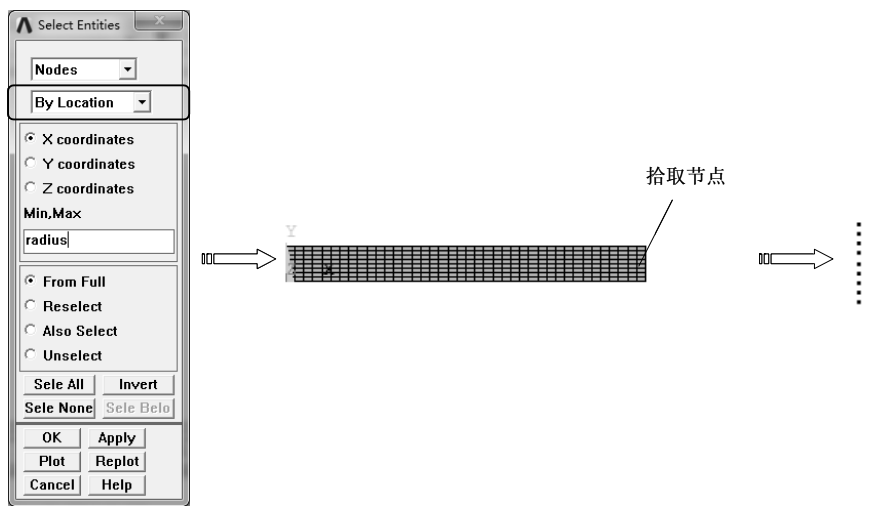

图 9-60 选择节点
1) 选择 “Utility Menu>Select>Entities” 命令，弹出 “Select Entities” 对话框，选择拾取对象为 “Nodes”，拾取方式为 “By Location”，选择 “X coordinate” 选项和 “From Full” 选项，在 “Min, Max” 文本框中输入 “radius”，单击 “Apply” 按钮完成，单击 “Plot” 按钮显示所选取的节点，如图 9-60 所示。